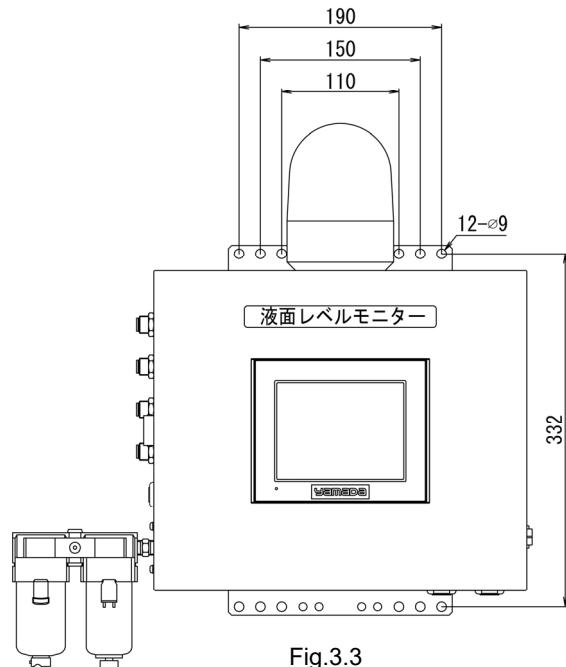

Fig.3.3
2) 警報盤の取り付け寸法を参照し、壁にアンカーボルトなどを施工してください。(4か所固定) (Fig.3.3)